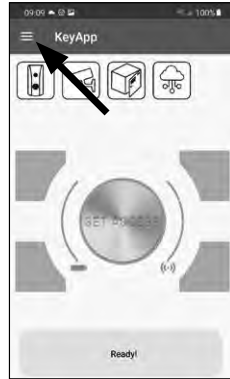

Abb. 42
- 2 Öffnen Sie das Hauptmenü (Abb. 42).